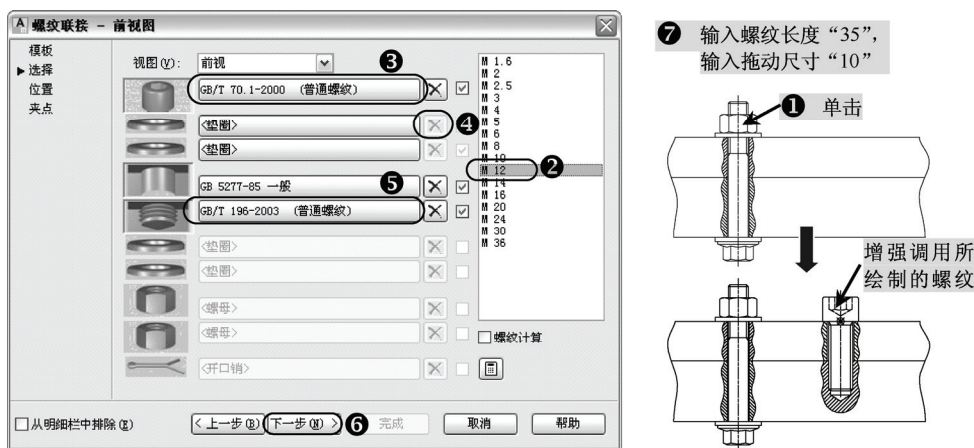

图 5-6 增强调用操作
6) 此时系统提示输入“螺纹规格长度”,输入“35”,提示输入“拖动尺寸”,输入“10”,然后单击“确定”。增强调用螺纹的操作如图 5-6 所示。